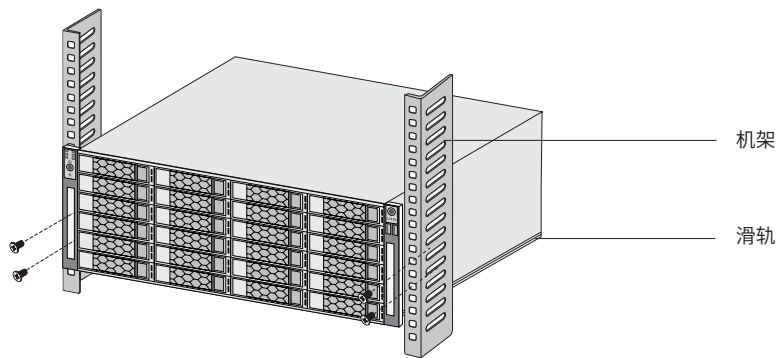

图2-1 机架安装示意图
3. 用螺钉将L型角铁固定在机架两端固定的导槽上，确保分布式存储服务器稳定、水平地安装在机架上，如图2-1所示。